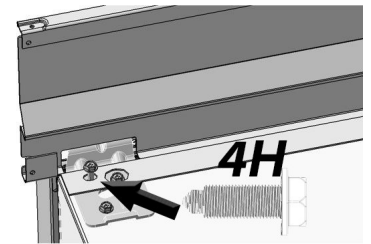

Fig. 12
- d. Instale la moldura superior sujetando dos tornillos 4H a lo largo de la base de la moldura con una llave de tubo de  $\frac{5}{16}$ " (Fig. 12). Atornille a través del soporte 1H en el paso 8a para nivelar correctamente la moldura superior.